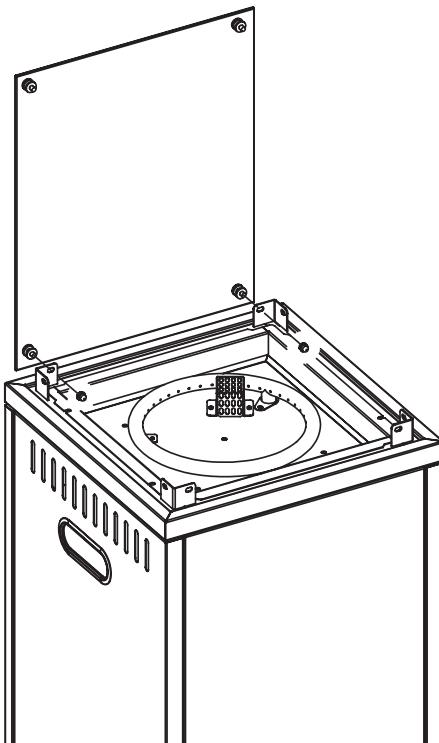

Рис. 15.
12. Вставьте предварительно установленный винт на шаге 11 и два винта на одном конце закаленного стекла с уплотнителем из силикагеля в отверстия кронштейнов на обоих концах верхней части корпуса, закрутите колпачковые гайки М6 изнутри и отрегулируйте положение закаленного стекла по центру. Соберите оставшиеся части закаленного стекла в корпус по очереди в соответствии с инструкциями. Отрегулируйте зазор в нижней части каждого стекла, чтобы он был ровным, затем закручивайте винты до тех пор, пока силикагелевые прокладки с обеих сторон стекла полностью не прилягут к стеклу, а затем продолжайте затягивать гайки на пол оборота (рис. 15).